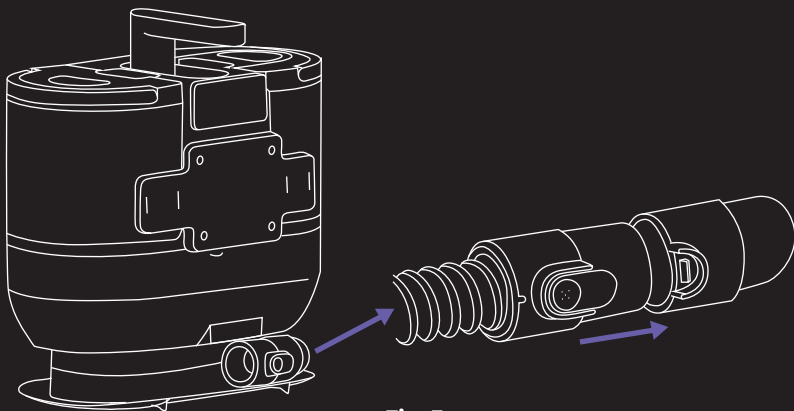

Fig. 3
4. Alignez le verrou du tuyau flexible avec l'unité principale pour verrouiller le tuyau flexible. installer et pousser ce ferme Sur jusqu'à ceci sur son lieu clics (Fig . 3).